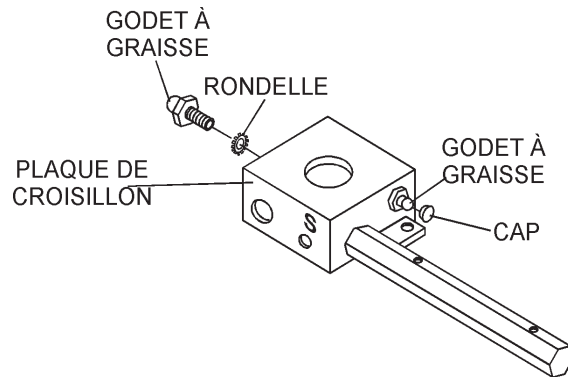

Figure 25. Enlèvement des bras de la truelle
1. Enlevez les deux godets de graissage restants et les vis à tête Allen de l'ensemble croisillon (Figure 25).